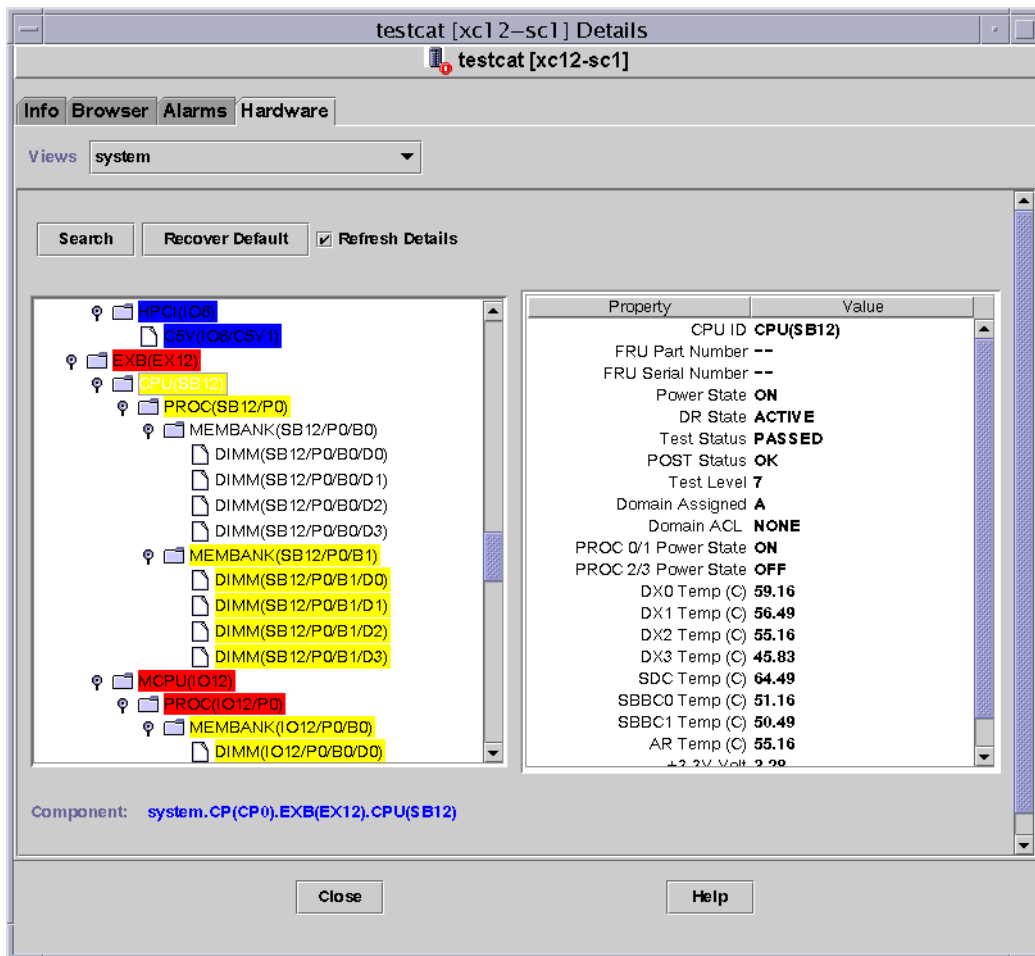

图 5-4 Sun Fire 高端系统平台逻辑视图
4. 单击 “Expand All（扩展所有）” 按钮，然后单击左侧窗格的一个对象，以查看类似图 5-4 的逻辑视图。